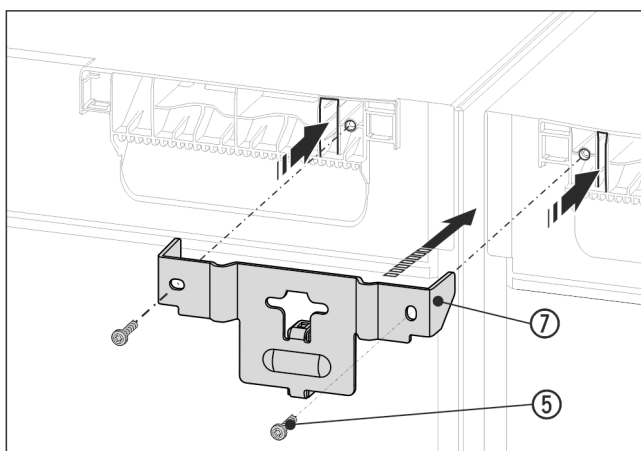

Fig. 15 Zobrazení příkladu
- Úhelník Fig. 15 (7) zasuňte rozpěrným kusem mezi přístroje a lištami do víka přístrojů. Pomocí 2 šroubů Fig. 15 (5) pevně přišroubujte.